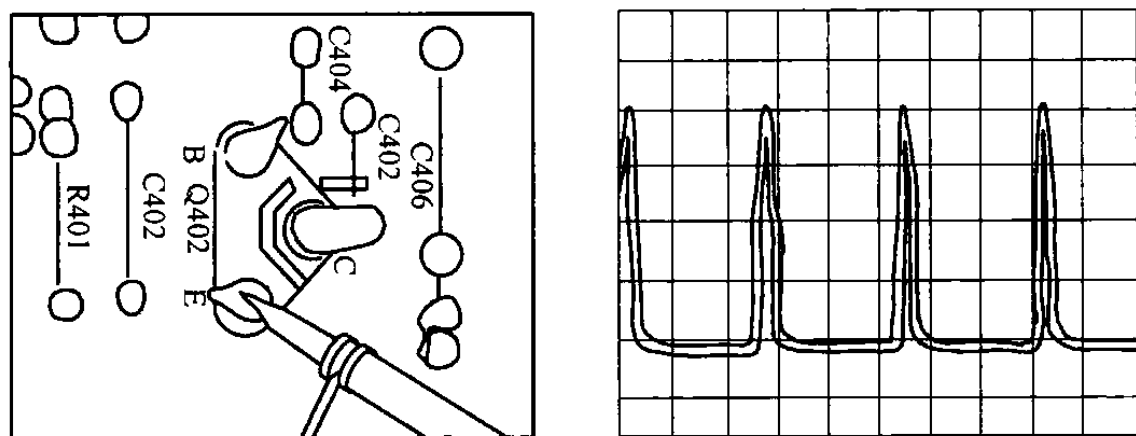

图 2-46 检测 Q402 的发射极
⑥ 由于 Q402 的集电极输出信号的幅度很大(电压高达 1 000 多伏),使用示波器测量时须使用高压探头。如无高压探头,也可以在行输出管的发射极上测量,其波形与集电极信号相同,只是幅度较小。图 2-46 所示为检测 Q402 发射极的操作方法及信号波形。发射极信号正常,一般表明 Q402 工作正常,然后再分别检查行输出级变压器的各种输出电压。